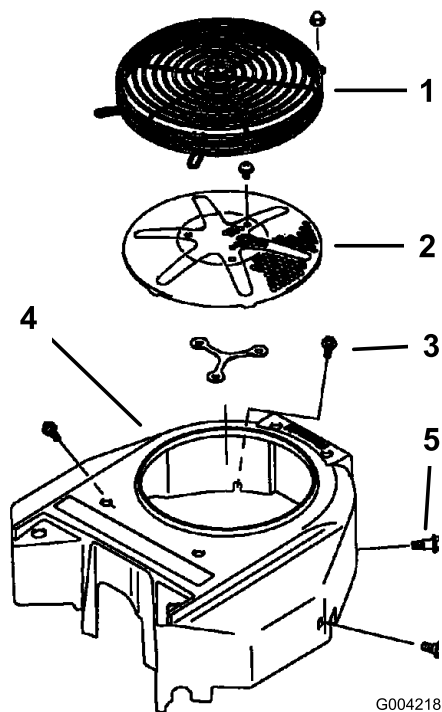

Figura 78
Antes de cada uso, elimine cualquier acumulación de hierba, suciedad u otros residuos de la rejilla del motor. Esto ayuda a asegurar una refrigeración adecuada y una velocidad de motor correcta, y reduce la posibilidad de sobrecalentamiento y daños mecánicos al motor (Figura 78).
3. Retire la rejilla de entrada de aire, el arrancador de retroceso y la carcasa del ventilador (Figura 78).
5. Instale la rejilla de entrada de aire, el arrancador de retroceso y la carcasa del ventilador (Figura 78).